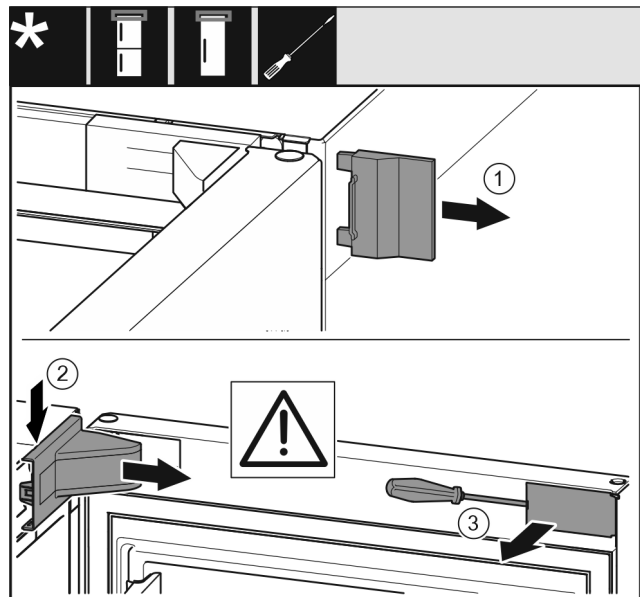

Fig. 7
- ▶ 取下外盖 Fig. 7 (1)。
- ▶ 拆卸并取下托架盖 Fig. 7 (2)。
- ▶ 使用带槽螺丝刀松开隔板 Fig. 7 (3)并把它转到一边。